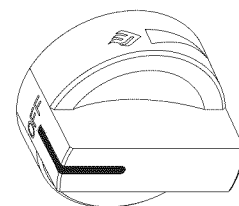

Fig. 17
2. Presione y gire la perilla lentamente en sentido contrario a las agujas del reloj para encender (↻) como se señala en la **Fig. 17**. Continúe presionando hasta que el quemador se encienda, luego libere. Repita para los otros quemadores.